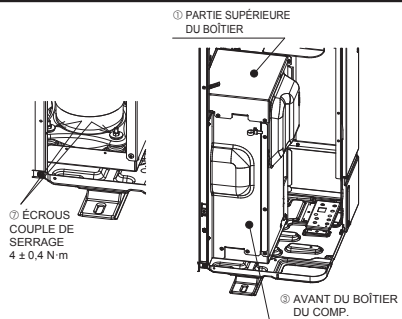

Fig. 4-2
- Après avoir ôté les pièces du COMP. fixées, veillez à serrer les écrous et remettez en place la PARTIE SUPÉRIEURE DU BOÎTIER DU COMP. et l'AVANT DU BOÎTIER DU COMP. dans leur position d'origine. (Fig. 4-2)